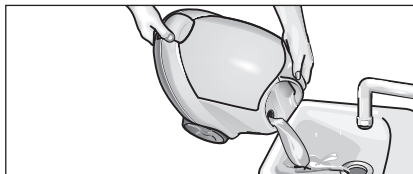

Рис. 13: Промывание котла
- Наполните котел водой и энергично встряхните его (за счет этого остатки накипи, осевшие на дне котла, отделяются). После этого вылейте воду, накренив прибор в угол, в котором находится воронка для залива воды (см. рис. 13).
- Вылить из котла остатки воды (см. рис. 13)